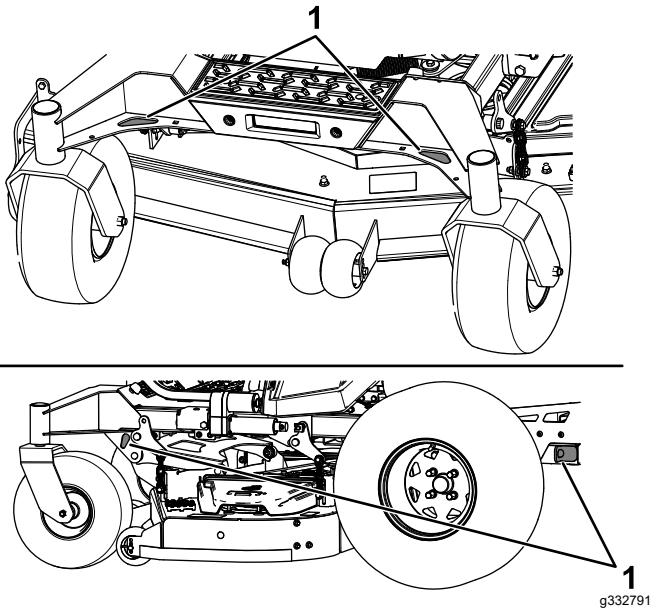

Figure 39
6. Arrimez la machine près des roues pivotantes avant et du cadre arrière à l'aide de sangles, chaînes, câbles ou cordes (Figure 39). Reportez-vous à la réglementation locale concernant les exigences en matière d'arrimage.